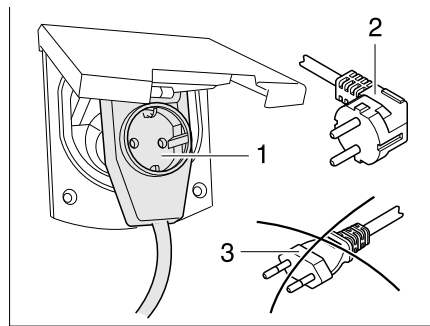

Fig. 92 Raccordement à un adaptateur coudé avec prise de courant
- ▶ Lors de l'utilisation d'un adaptateur coudé CEE 17 muni d'une prise à l'arrière (Fig. 92,1), se servir uniquement d'un connecteur en caoutchouc et scellé IP 44 avec contact de mise à la terre (Fig. 92,2). Ne pas utiliser de connecteur sans contact de mise à la terre (Fig. 92,3). Danger d'électrocution !